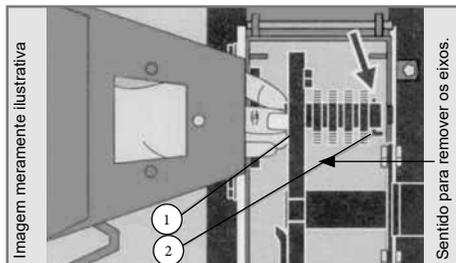

Figura 30
Para trocá-los de face ou substituí-los, deve-se retirar os contra-pinos existentes nos eixos (1) e a trava (2) (figura 30), e sacá-los através do orifício do funil do verde. Ao retirá-los, sempre observe a posição dos anéis separadores e tome o cuidado de não misturar os jogos de martelos (lados), a fim de não prejudicar o balanceamento do triturador, provocando vibrações. Efetue a substituição ou mude o lado do martelo móvel por etapas, após concluir um eixo prossiga para o seguinte.